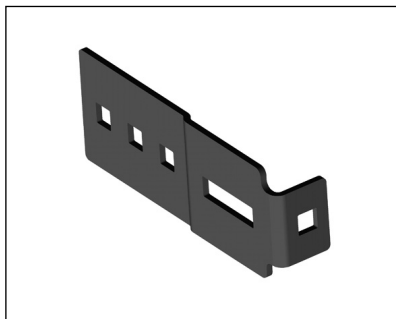
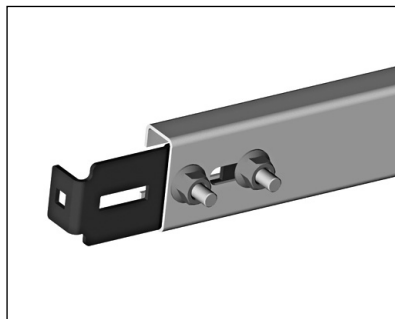

Рис. 12. Кронштейн мерной планки
Рис. 13. Установка кронштейна мерной планки
- 2) Установить с торцов перемычки кронштейны мерной планки (рис. 12) и закрепить их при помощи болтов М8х25 с полукруглой головкой и гаек с буртиком (рис. 13).